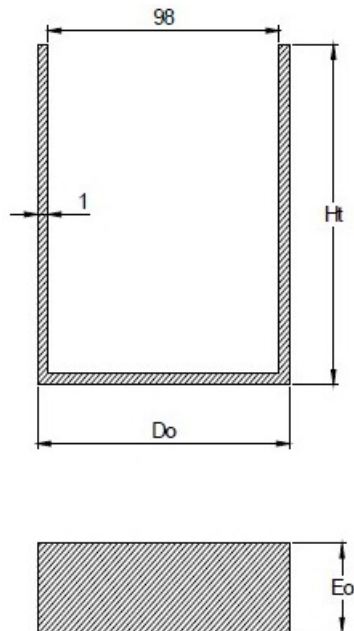

Figura 16
- La altura que tendrá la pieza una vez construida (Figura 16).